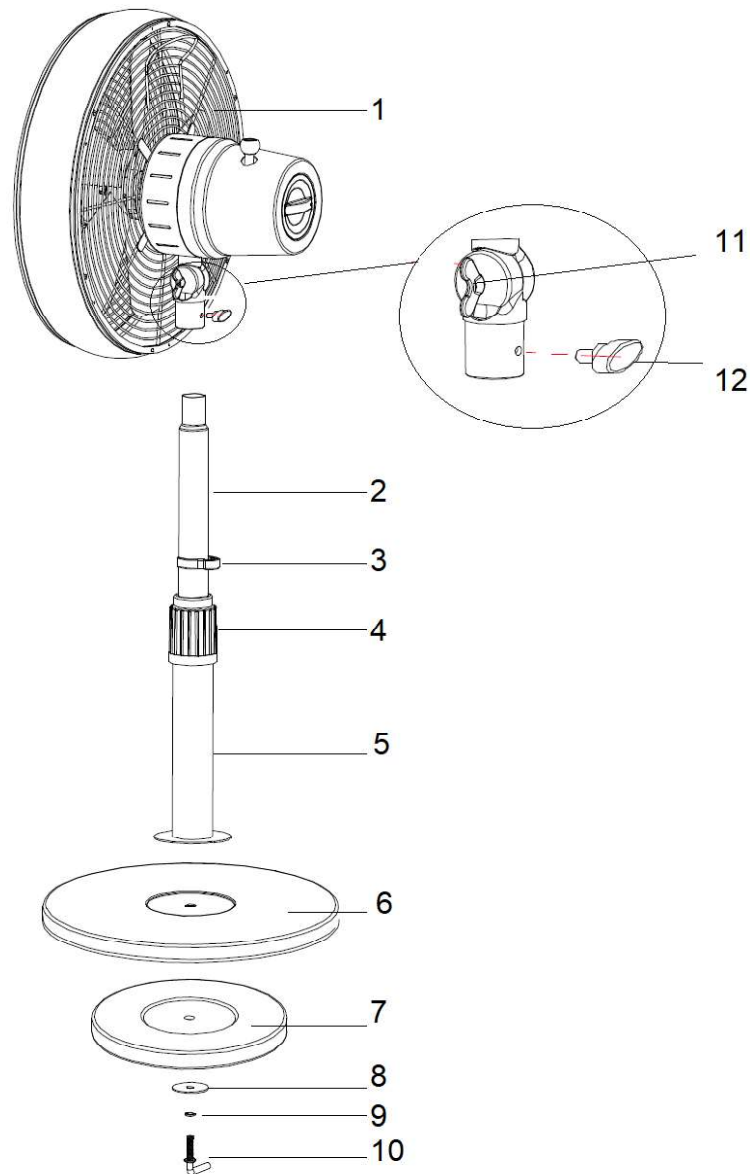

Fig. 1
1. Allentare la vite di bloccaggio della base (10), la rondella a molla (9) e la rondella piatta (8) dall'asta di supporto. Fig. 1
2. Fissare l'asta di supporto (5) alla base di supporto (6). Infilare la vite di fissaggio della base (10) attraverso la rondella a molla (9), la rondella piatta (8) e la zavorra (7), quindi serrare la vite di fissaggio della base (10) per fissare l'asta di supporto (5). Fig. 1
3. Allentare la ghiera di regolazione dell'altezza (4) ed estrarre l'asta di regolazione dell'altezza (2) fino all'altezza desiderata.
Serrare saldamente la ghiera di regolazione dell'altezza (4). Fig. 1
4. Posizionare la testa del ventilatore (1) sulla parte superiore dell'asta di regolazione dell'altezza (2). Fissarla serrando la manopola fissa (12). Fig. 1
5. Allentare la manopola di regolazione dell'inclinazione (11) e regolare la testa del ventilatore verso l'alto o verso il basso fino all'angolazione desiderata.